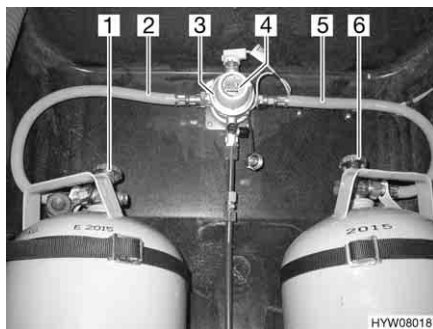
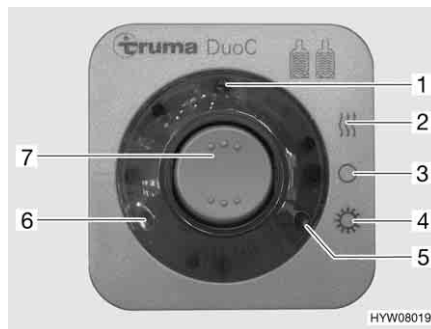

Fig. 84 Impianto di commutazione DuoControl
Fig. 85 Centralina di controllo
L'impianto di commutazione DuoControl è costituito da una valvola di commutazione (Fig. 84,3) e da una centralina di controllo (Fig. 85). La valvola di commutazione è installata tra i tubi del gas (Fig. 84,2 e 5). Con la manopola (Fig. 84,4) sulla valvola di commutazione è possibile stabilire, quale delle bombole del gas viene utilizzata come bombola in uso e quale bombola del gas viene utilizzata come bombola di riserva.
Sulla centralina di controllo (Fig. 85) possono venire azionate solo le funzioni elettriche. Le valvole principali di arresto delle bombole del gas (Fig. 84,1 e 6) devono essere aperti manualmente.
La valvola di commutazione garantisce una pressione del gas costante, indipendentemente da quale bombola provenga l'alimentazione del gas. Le due spie di controllo sulla centralina di controllo indicano il livello di riempimento della bombola in uso. Se è accesa la spia di controllo verde (Fig. 85,6), la bombola in uso è piena. Se è accesa la spia di controllo rossa (Fig. 85,5), la bombola in uso è vuota. Il rifornimento di gas avviene poi tramite la bombola di riserva.
- Aprire le valvole principali di arresto delle bombole del gas (Fig. 84,1 e 6).
- Con la manopola (Fig. 84,4) sulla valvola di commutazione (Fig. 84,3) selezionare la bombola del gas, da cui proviene la principale alimentazione del gas (bombola in uso).
- Sulla centralina di controllo (Fig. 85) attivare l'impianto di commutazione DuoControl.
Posizionare l'interruttore a bilico (Fig. 85,7) su funzionamento invernale "On e riscaldamento" (Fig. 85,2) oppure su funzionamento estivo "On" (Fig. 85,4). La valvola di commutazione è ora disareata. La spia di controllo gialla (Fig. 85,1) è accesa, se si seleziona la modalità di funzionamento invernale e l'impianto antighiaccio con regolatore è attivato.
- Portare l'interruttore a bilico (Fig. 85,7) in posizione "O" (Fig. 85,3). La spia gialla di controllo (Fig. 85,1) si spegne.
- Chiudere le valvole principali di arresto delle bombole del gas (Fig. 84,1 e 6).
Le spie di controllo sulla centralina di controllo (Fig. 85,5 e 6) segnalano all'interno del veicolo, se la bombola in uso è pronta al funzionamento.
Se la spia di controllo verde (Fig. 85,6) si spegne durante il funzionamento e la spia di controllo rossa (Fig. 85,5) si accende, significa che la bombola del gas selezionata come bombola in uso è vuota e deve essere sostituita. La bombola di riserva continua ad alimentare le utenze a gas.